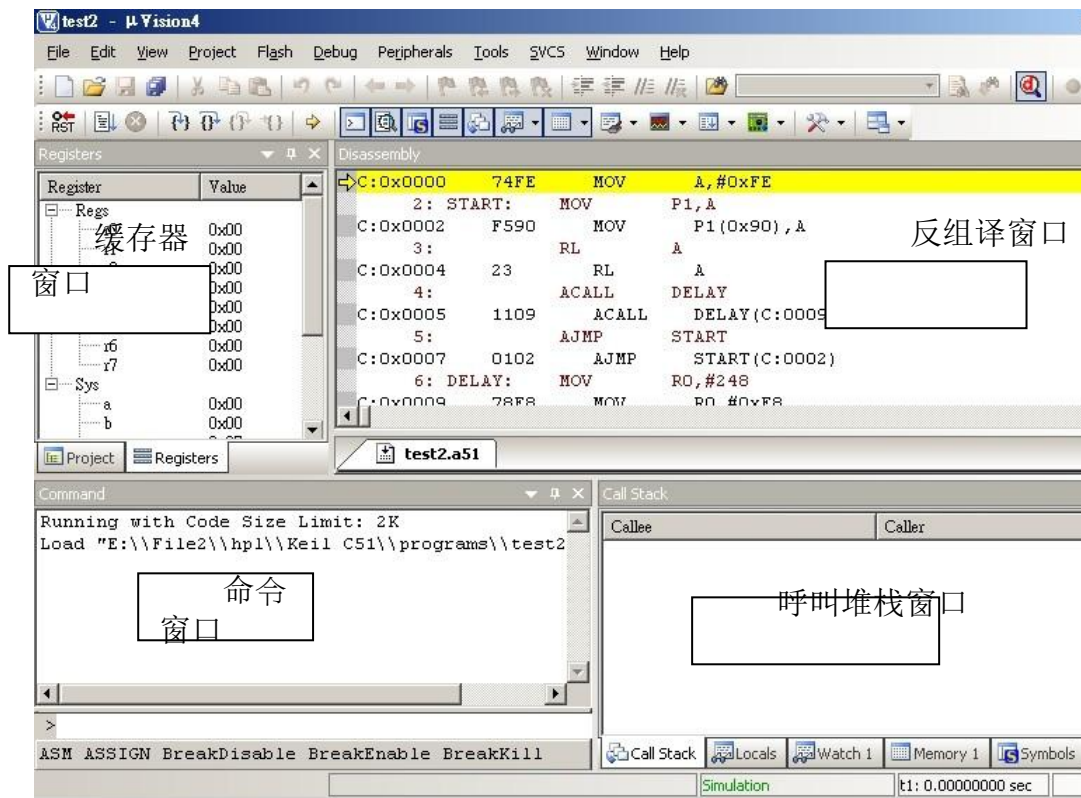

图 2-16 程序除错画面
(8) 选取选单 Debug/Start/Stop Debug Session，或按快捷键 Ctrl+F5，或按在档案工具列右边有一个小放大镜的按钮，则进入除错(Debug)模式，并显示不同的工作窗口，如图 2-16 所示。进入除错模式之前，同样地会先出现一个小窗口，告诉你目前用的版